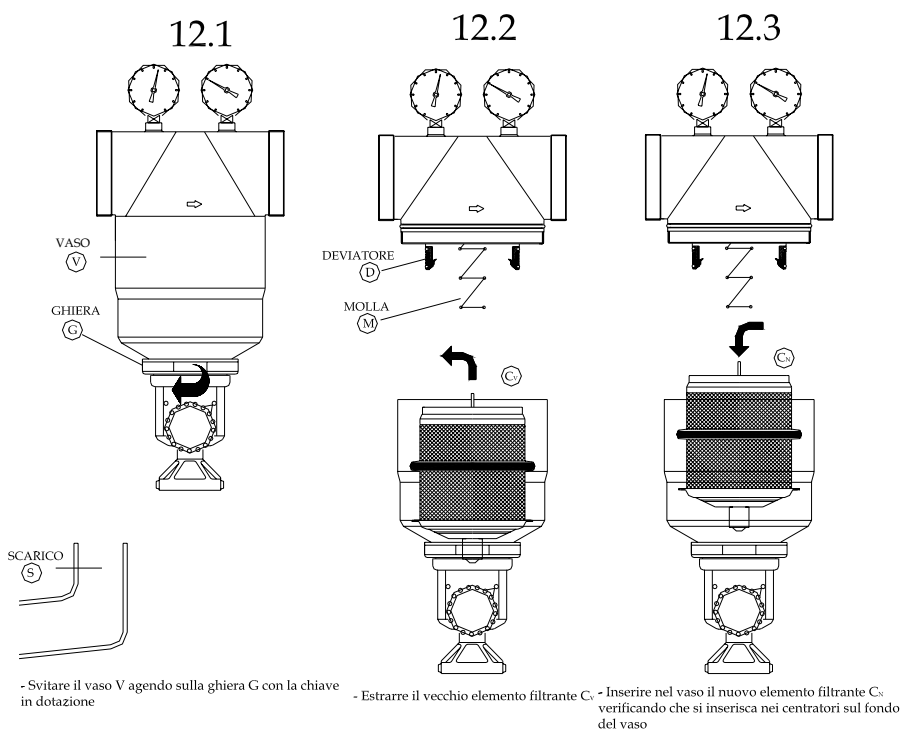

figura 8
2. scatta la sicurezza (figura 8)